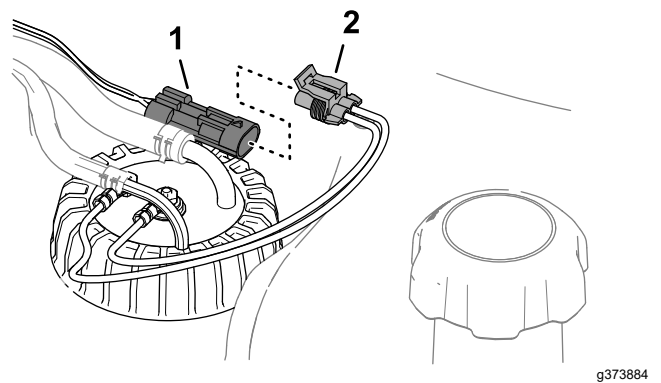

Figure 98
6. Débranchez le connecteur du faisceau du transmetteur de niveau de carburant sur le connecteur du faisceau de la machine (Figure 98).